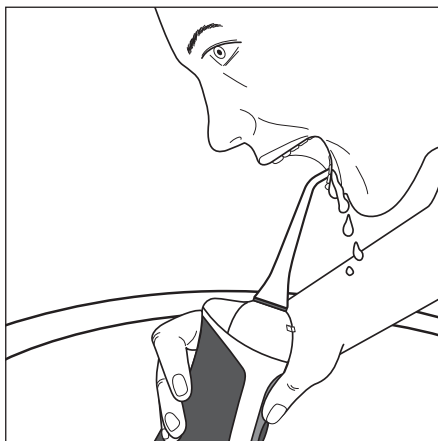

Fig. 1
- 1) Remplissez le réservoir d'eau ❹.
- 2) Insérez un embout ❷ sur le corps de l'hydropropulseur ❺.
- 4) Introduisez l'embout ❷ dans la bouche pour éviter les projections d'eau. Penchez-vous au-dessus du lavabo et maintenez le corps de l'hydropropulseur ❺ le plus verticalement possible (voir fig. 1). Le buse ❶ de l'embout ❷ est dirigé vers les dents/espaces interdentaires.